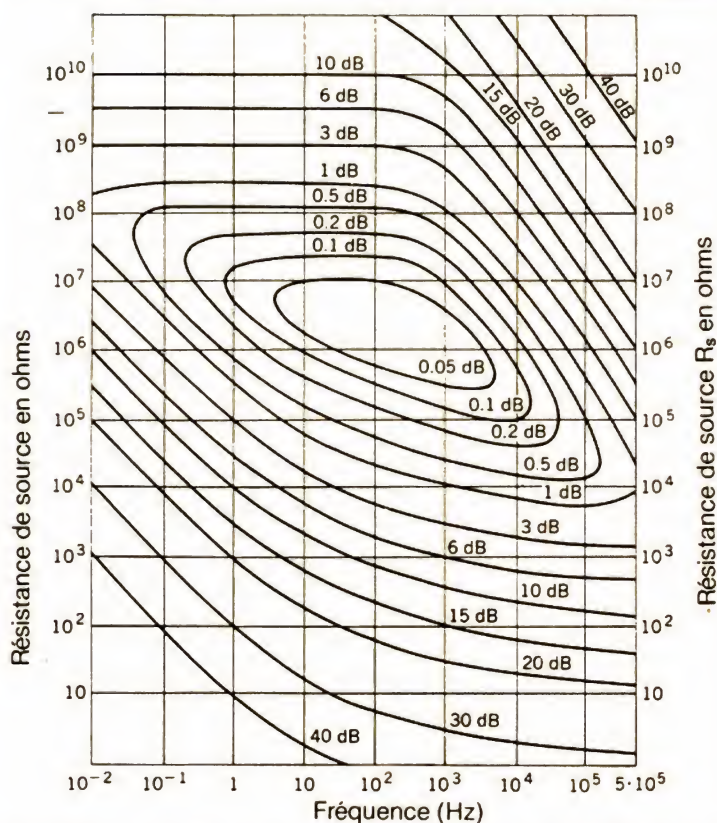
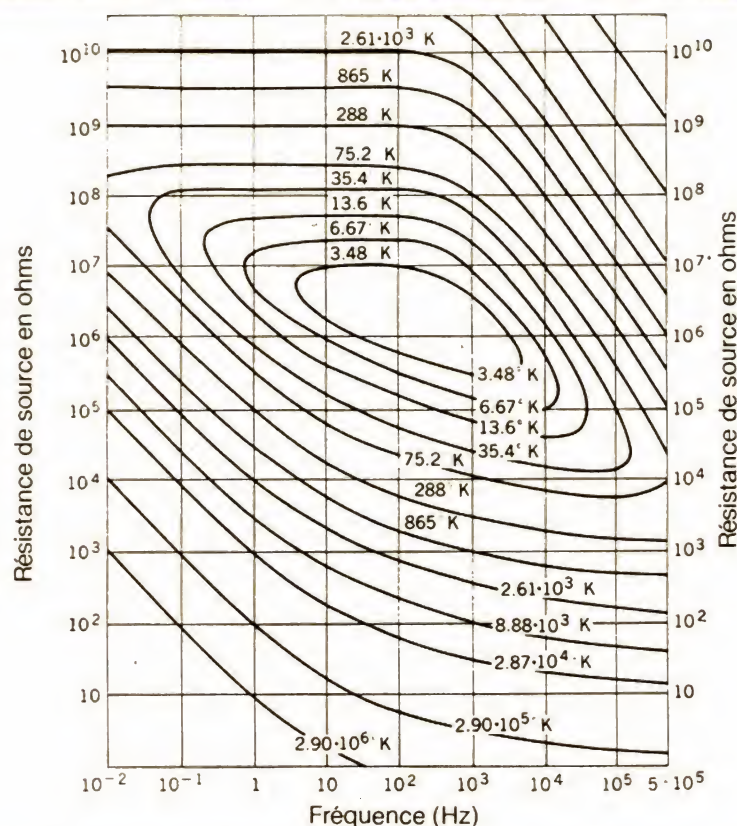

FIGURE 3. – Contours de figure de bruit d'un préamplificateur de faible bruit (Modèle 113 PAR).
FIGURE 8. – Contours de température équivalente constante du préamplificateur figure 3.
Constante. Cette représentation est très utile, dans le cas d'un signal modulé à fréquence fixe, pour déterminer à la fois la fréquence de modulation et la résistance de source optimale. La figure 3 donne un exemple de cette représentation pour un préamplificateur de mesure (« Princeton Applied Research » modèle 113). Le bruit équivalent à l'entrée et les rapports S/B peuvent être déterminés en utilisant conjointement (8) avec les contours de bruit.
$R_e$  et  $R_i$  peuvent être facilement évalués au moyen du contour 3 dB de la figure de bruit. Dans la région où le haut et le bas de ce contour sont l'un maximum et l'autre minimum, la valeur de  $R_i$  est donnée, en ordonnée (fig. 3 par exemple) par la zone maximale du contour, et  $R_e$  par la zone minimale.
La température de bruit équivalente  $T_e$  est un autre moyen d'exprimer la caractéristique de bruit d'un amplificateur.  $T_e$ , pour un amplificateur attaqué par une source de résistance donnée, est définie comme l'accroissement de la température de la résistance de la source nécessaire pour produire la puissance de bruit observée en sortie d'amplificateur, celui-ci étant supposé alors comme parfait et sans bruit (on pourra se reporter au précédent numéro du *Haut-Parleur* pour cette notion). Comme la figure de bruit, la température de bruit équivalente est fonction à la fois de la résistance de la source et de la fréquence, et nous pouvons tracer des contours de température de bruit équivalente qui définissent la caractéristique de bruit d'un amplificateur de la même manière que les contours de figure de bruit. Mais au contraire de la figure de bruit, la température de bruit équivalente **n'est pas une fonction de la température de la résistance de la source**. La figure 8 représente les contours de température de bruit constante du même préamplificateur dont la figure 3 donne les contours de figure de bruit. La relation reliant  $T_e$  à FB est :